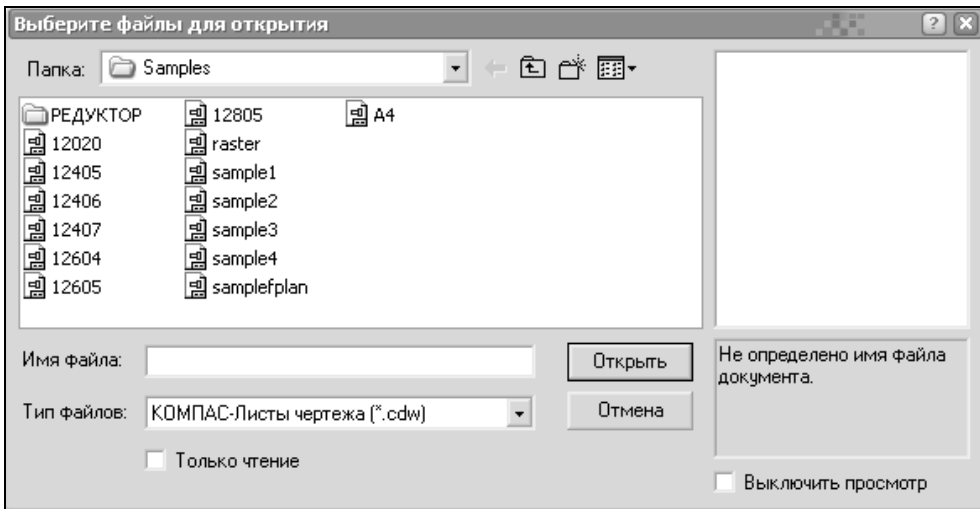

Рис. 2.4. Диалоговое окно
- переместите курсор на пункт **Открыть**. Обратите внимание, справа у этого пункта имеется символ многоточия. Запуск таких команд не приводит к их немедленному выполнению, а вызывает на экран диалоговое окно, в котором необходимо задать параметры для выполнения данной команды. Щелкните ЛК мыши, и система выведет на экран диалоговое окно **Выберите файлы для открытия** (рис. 2.4). В поле **Папка** данного окна будет открыта папка **Samples**. Выделите ЛК мыши любой из файлов. Его содержимое в уменьшенном виде отобразится в окне просмотра. Нажмите кнопку **Открыть**. В графическом окне будет открыт выбранный документ. Обычно сразу после открытия окно документа занимает только часть области документов графического окна КОМПАС-График. Щелчком на кнопке **Развернуть** в группе кнопок управления окном документа переключите окно в полноэкранный режим. При этом оно займет всю область документов, а кнопка **Развернуть** будет заменена на кнопку **Восстановить**. Для закрытия открытого документа достаточно щелкнуть на кнопке **Закрыть** окна документа. Так как вы не вносили в документ корректив, он будет немедленно закрыт;
**Открыть** — вызывает диалоговое окно **Выберите файлы для открытия** (рис. 2.4);